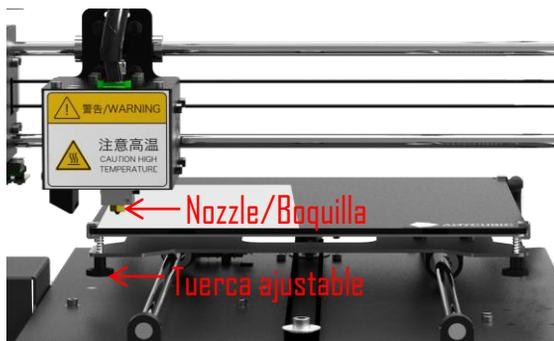

Imagen 8
Paso 3. Coloque un papel A4 en la esquina inferior izquierda de la base de impresión y mueva manualmente la boquilla de impresión y la base hacia adelante y hacia atrás para que la boquilla de impresión quede por encima de la esquina inferior izquierda del papel, como se muestra en la imagen 8.